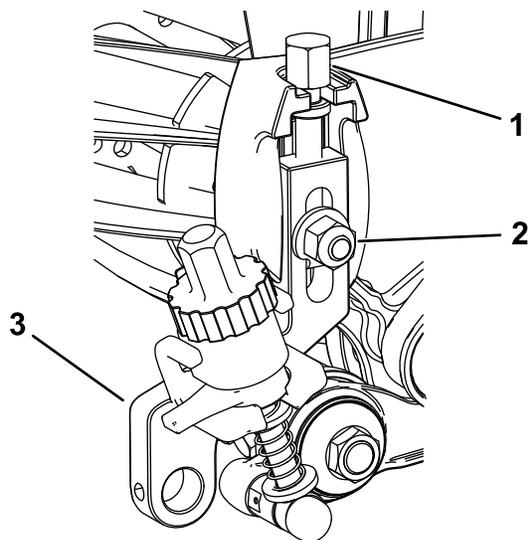

Figura 18
1. Aperte os parafusos de ajuste da altura de corte previamente removidos na parte superior dos conjuntos da altura de corte (Figura 18).
- Instale os conjuntos da altura de corte nas placas laterais da unidade de corte utilizando o parafuso do arado, porca e anilha especial anteriormente removidos (Figura 18).